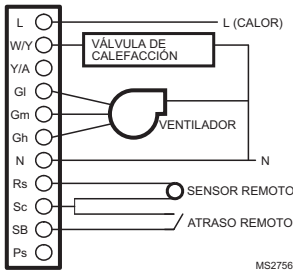

Fig. 7. Diagrama de cableado de dos tubos, solo calefacción (120 VCA/240 VCA/277 VCA en la ilustración).
- Termostatos fan coil TB6575A1000, TB6575B1000 y TB6575C1000, que cuentan con alimentación de 120 VCA/240 VCA/277 VCA. Vea las Fig. 7 – Fig. 13 que comienzan en la página 8.